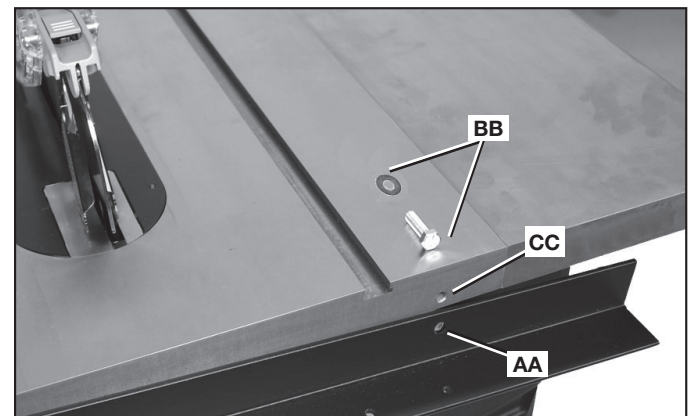

FIG. 12
1. Alinee los dos orificios que no están avellanados (uno se muestra en (AA), Fig. 12) del riel trasero con los dos orificios que están en el borde trasero del banco de la sierra.
2. Coloque las arandelas de bloqueo de (3/8 pulgada) en los dos tornillos largos de cabeza hexagonal de 3/8-24 x 31,2 mm (1-1/4 pulg). (Los artículos de ferretería se muestran en (BB), Fig. 12).
3. Coloque los tornillos en los dos orificios del riel y enrósquelos en los dos orificios roscados (uno se muestra en (CC) Fig. 12) del banco de la sierra, PERO AÚN NO LOS AJUSTE POR COMPLETO.
Consulte el recuadro en la Fig. 12 para ver la sección transversal que muestra cómo verificar la nivelación.